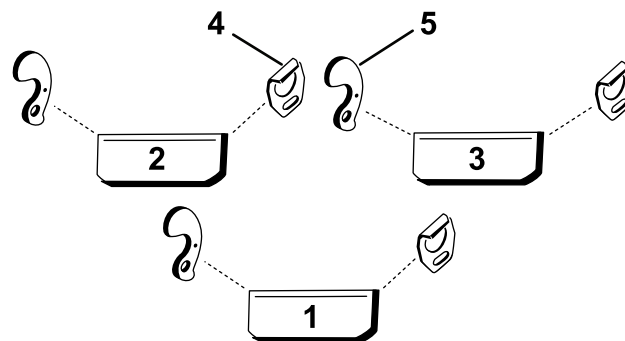

Figura 3
- Utilice Figura 3 para determinar las posiciones en las que deben montarse los conjuntos de guía y de soporte en los bastidores de tiro de las unidades de corte.